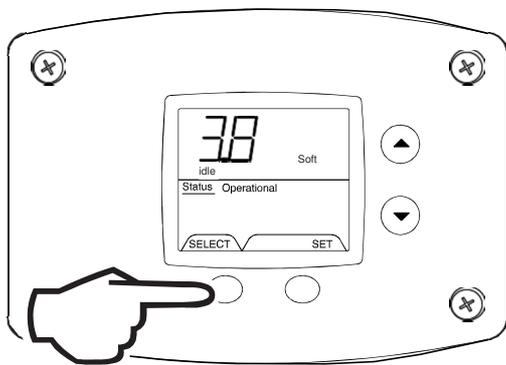

Fig. 37
- Software Version (Display only) (Fig. 37).